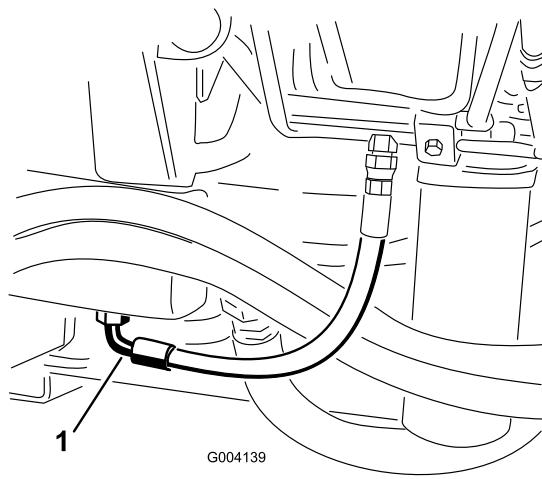

Figura 65
2. Coloque um recipiente de escoamento grande debaixo da união presa à parte de baixo do reservatório do fluido hidráulico (Figura 65).